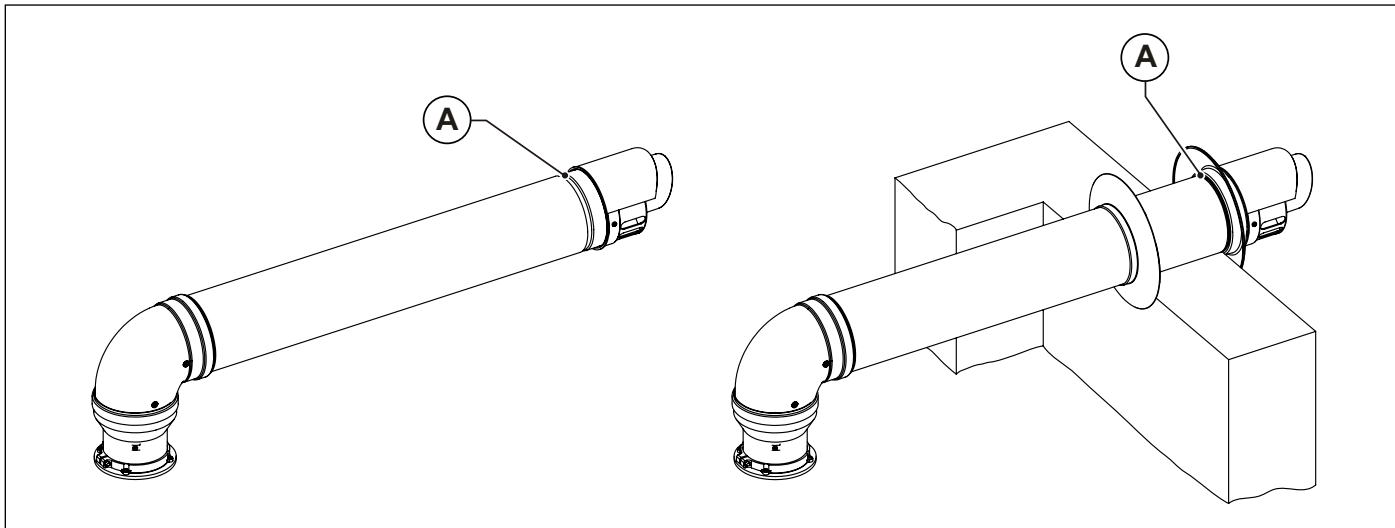

Fig. 14 Installazione terminali a parete
I terminali di aspirazione aria e scarico fumi, sdoppiati e coassiali, nella parte finale sono dotati di una gola (A) per il fissaggio del rosone esterno (vedi Fig. 14 Installazione terminali a parete).